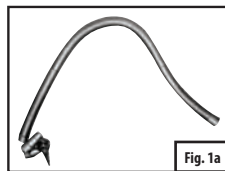

Fig. 1a - Lavtryksslange og -adaptere
- Din pumpe inkluderer 2 slanger med forskellige ventiladapters. Du bedes gøre dig bekendt med disse ventiladapters, inden du bruger pumpen (se fig. 1a, 1b, 2a og 2b herunder).
2. Vælg den passende slange/adapter til inflationsventilen på dit produkt (se fig. 1a, 1b, 2a og 2b).